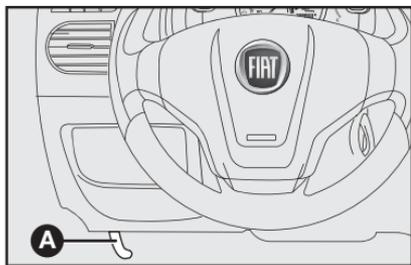

fig. 106
- 1) Puxar a alavanca **A**-fig. 106.